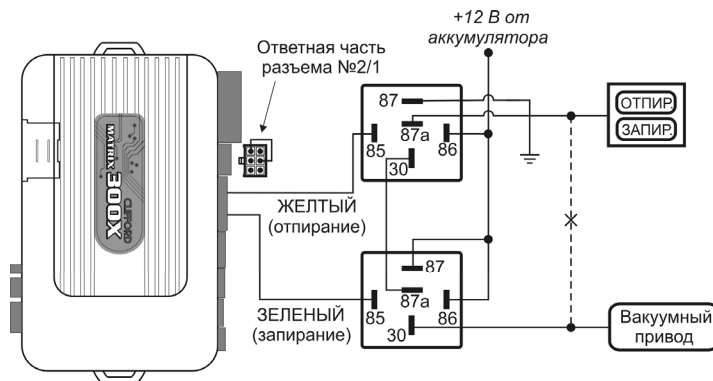

Рис. 4
- ◆ Подсоедините ЖЕЛТЫЙ и ЗЕЛЁНЫЙ провода системы (Разъем №3) к дополнительным реле согласно схеме (Рис.4):